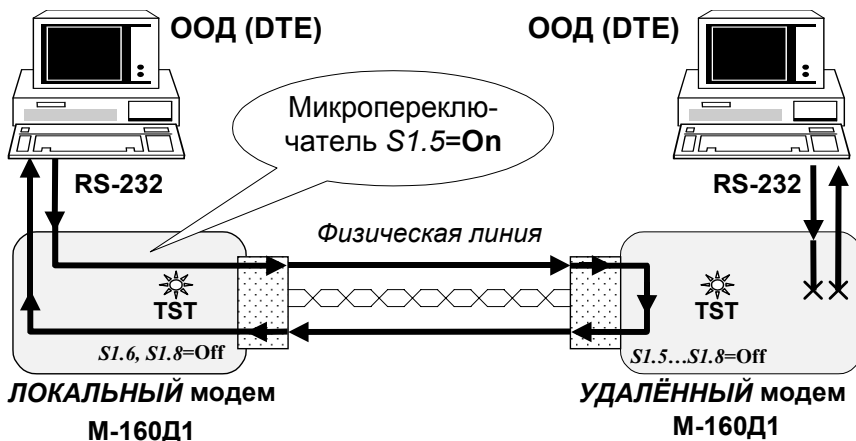

Рис. 8 Проверка Удаленный шлейф (RDL)
Проверка *Удаленный шлейф (RDL)* устанавливает заворот данных (шлейф) на УДАЛЕННОМ модеме в сторону ЛОКАЛЬНОГО модема. Проверка *Удаленный шлейф (Remote Digital Loopback)* обеспечивает возможность полной проверки канала передачи данных, образованного с помощью двух модемов М-160Д1. Рис. 8 иллюстрирует принцип проверки *Удаленный шлейф (RDL)* для одного направления. Модем позволяет выполнить проверку канала передачи данных как с помощью внешнего ООД (DTE), так и в автономном режиме с помощью встроенного анализатора – *BER*-тестера.
Для организации проверки канала передачи данных в режиме *Удаленный шлейф (RDL)* с помощью ООД (DTE) необходимо подключить модемы и установить требуемые параметры обмена (переключатель $S1.8=Off$). Затем на одном модеме, назовем этот модем **ЛОКАЛЬНЫМ**, необходимо установить переключатель $S1.5$ в положение **On**. На другом модеме, см.Рис. 8, назовём его **УДАЛЕННЫМ**, переключатели $S1.5...S1.8$ должны находиться в положении **Off** (рабочий режим).
1. **ЛОКАЛЬНЫЙ** модем переводит выходную цепь DCD RS-232 в пассивное состояние, гасит индикатор **CD**, затем переводит **УДАЛЕННЫЙ** модем в режим заворота данных в физическую линию, см.Рис. 8.